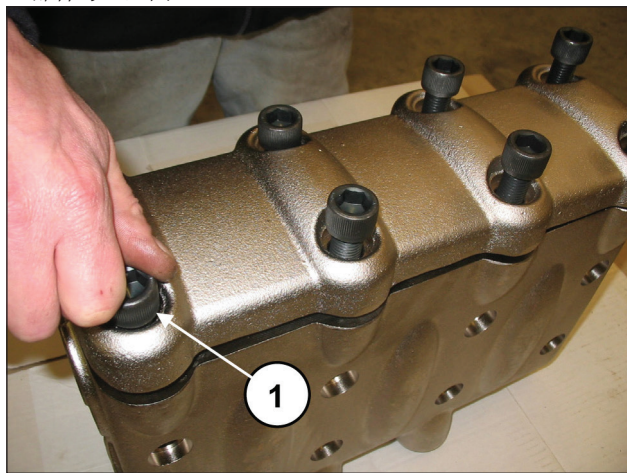
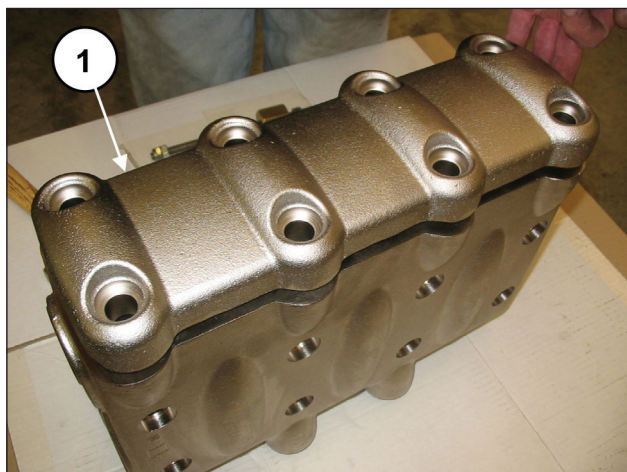

图88
图89
拧松阀盖的8个M16x55螺丝（部件号①，图88）并拆除盖子（部件号①，图89）。